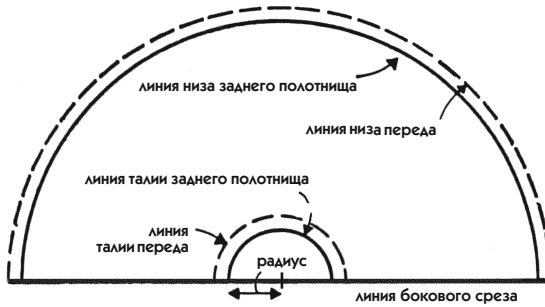

Рис. 278
3. **Заднее полотнище.** Проведите прямую линию, соответствующую длине юбки. На рис. 278 эта линия обозначена как «линия бокового среза». В примере длина юбки составляет 25 см.
- От конца этой прямой линии отложите к центру длину радиуса (4,8 см), который поможет вам начертить циркулем линию талии (сплошная линия на рис. 278). Если нет циркуля, воспользуйтесь приемом, приведенным на рис. 273.
5. **Переднее полотнище.** Как и для предыдущего задания, повторите все те же действия для второй половины юбки (на рис. 278 мелкий пунктир обозначает лекало переднего полотнища). Для нашего примера длина радиуса составит  $17,5 : 3,1 = 5,6$  см.